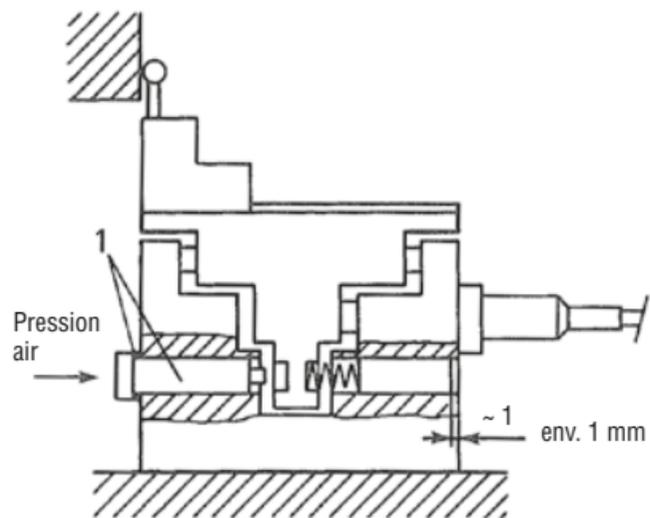

Fig. 3.
Relevage selon configuration de la figure 3.
Configuration selon figure 3
1. Monter le système de relevage selon la figure 3 (la tête de la vis avec ressort doit être environ à 1 mm en retrait de la surface du palpeur).